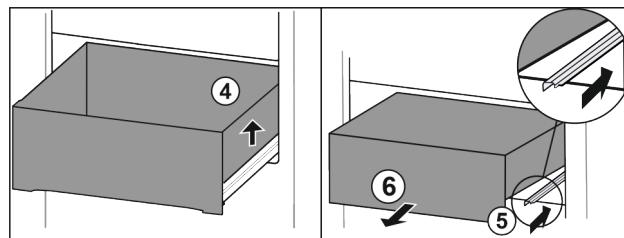

Fig. 114
- Dvignite predal desno. Fig. 114 (4)
- Vstavite desno vodilo. Fig. 114 (5)
- Predal vzemite ven v smeri naprej. Fig. 114 (6)